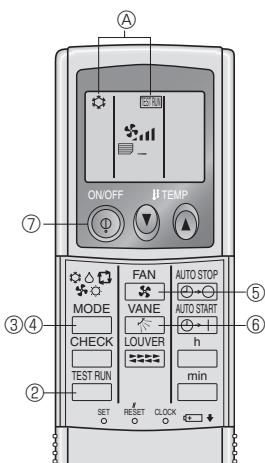

Fig. 7-5
7.2.2. Bruk av trådløs fjernkontroll (Fig. 7-5)
- ① Slå på strømmen til enheten minst 12 timer før testkjøringen.
- ② Trykk raskt to ganger på TEST RUN-knappen.